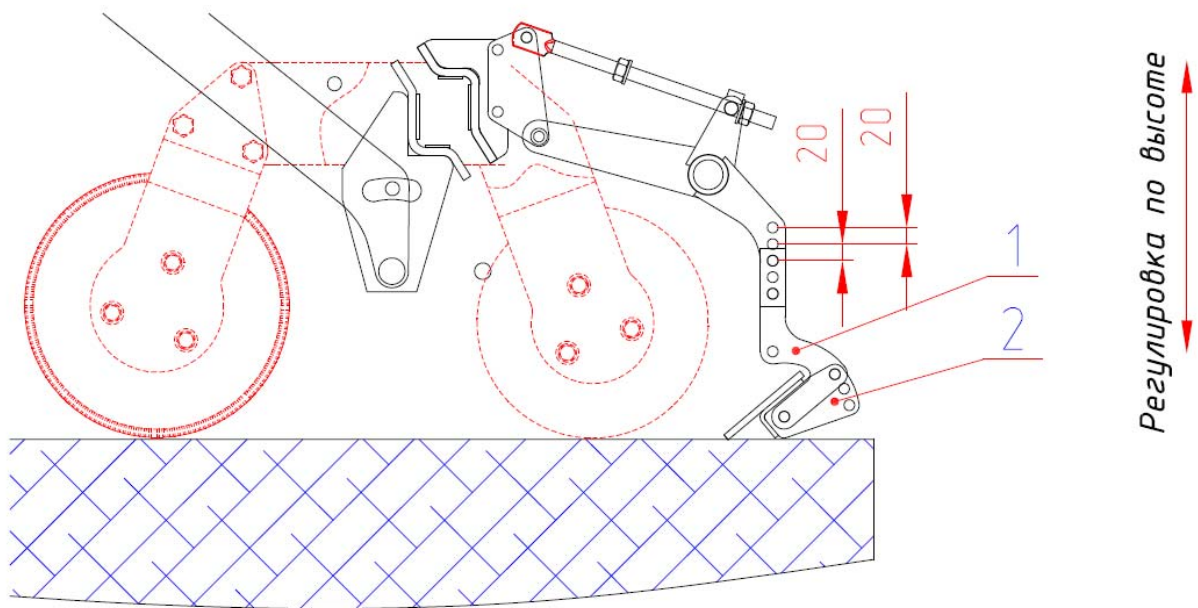

Рис.28 Регулировка планчатого выравнивателя по высоте.
7.2.5 Регулировка планчатого выравнивателя по высоте расположения планки осуществляется переустановкой держателя 1 (рис.28) в соответствующие отверстия.
7.2.6 Регулировка планчатого выравнивателя по углу осуществляется поворотом держателя 2 (рис.28а) относительно нижнего отверстия и фиксации держателя в соответствующих отверстиях. Угол положения планки можно устанавливать как в "активном" положении (рис.28а) так и в "пассивном" положении (рис.28б).
Рис.28а Регулировка планчатого выравнивателя по углу (активное положение планки).